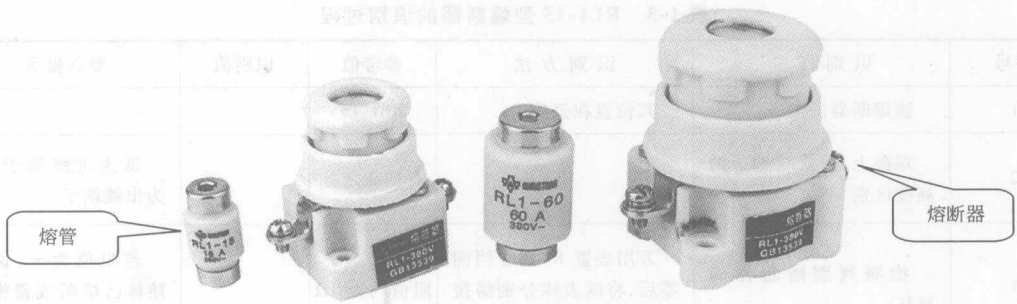

图 1-2 RL1 系列螺旋式熔断器
1) 阅读产品使用说明。图 1-2 所示为 RL1 系列螺旋式熔断器的外形图。
① 用途。RL1 系列熔断器适用于交流额定电压至 500V、额定电流至 200A 的电路中，在控制箱、配电屏和机床设备的电路中，主要作短路保护之用。
② 型号及其含义。RL1 系列螺旋式熔断器的型号及其含义如下：